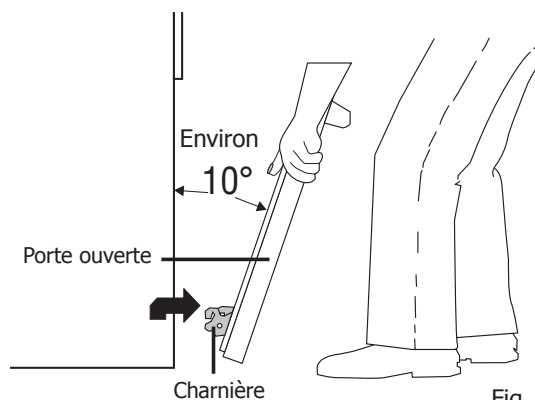
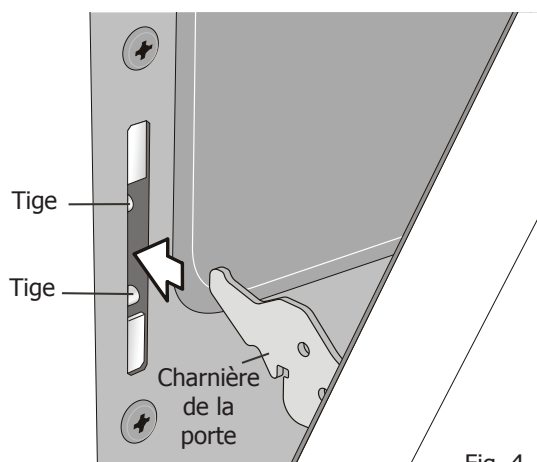

Fig. 3
Fig. 4
5. La porte étant en position pour la cuisson au gril (fig. 3), soulevez légèrement et prudemment la porte du four, puis retirez-la du cadre. Pour ne pas endommager le fini du four, assurez-vous que les charnières de la porte ne viennent pas en contact avec le cadre avant du four.
2. En tenant la porte dans le même angle qu'elle a été déposée (fig. 3), alignez et introduisez soigneusement les deux bras des charnières entre les tiges situées de chaque côté du cadre de la porte du four (fig. 4).